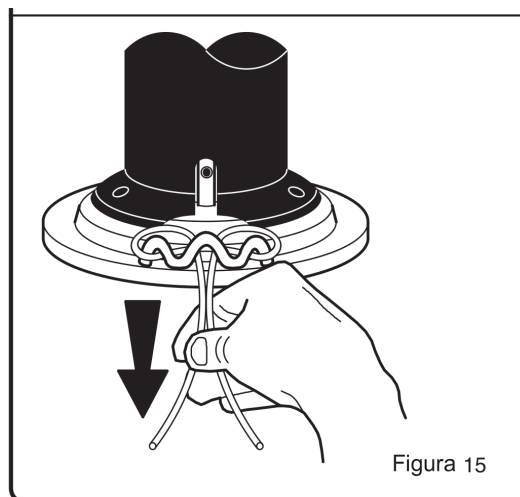

Figura 15
6. Dupa care, verificati pentru a va asigura ca, capetele firului sunt egale. (Vezi Figura 15)